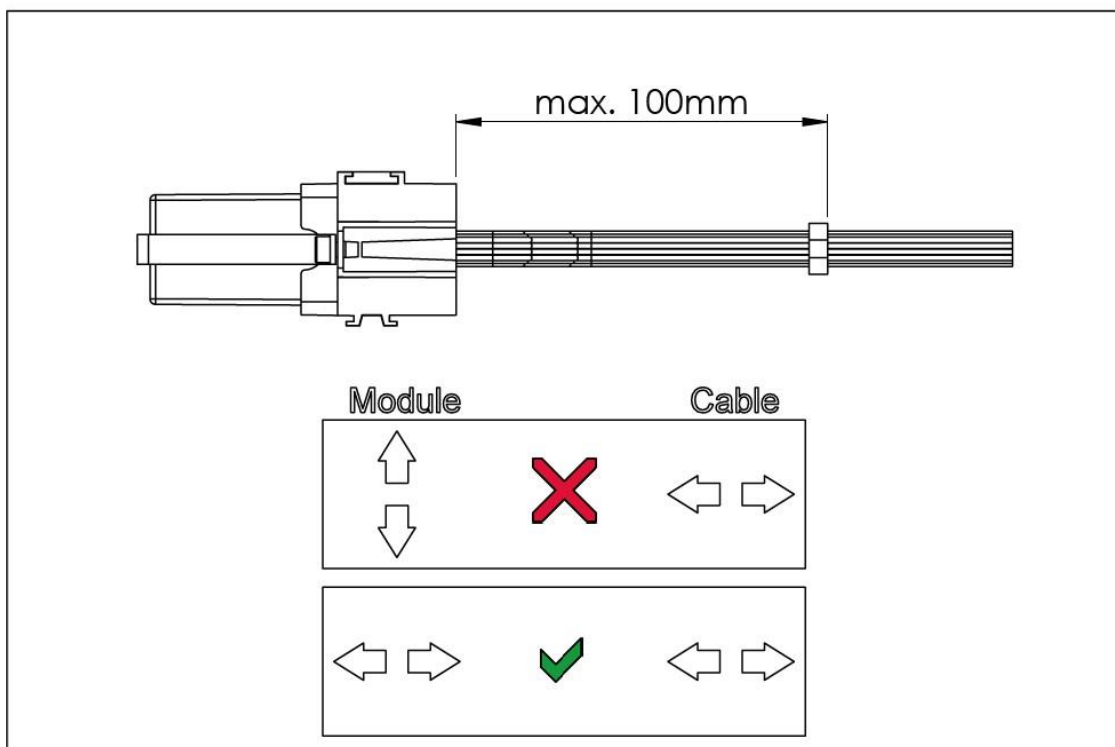

Abbildung 1: Zugentlastung des Kabelbaums (exemplarisch). 100 mm (max.) müssen eingehalten werden, Halbleiterrelais kann variieren.
- Die Kabelführung muss so gewählt werden, dass sich der Kabelbaum ausschließlich identisch zur Bewegungsrichtung der Steuerung/des Steckers bewegt. (Befestigung Steuerung/Kabel/Zugentlastung auf demselben Untergrund). Eine Zugentlastung ist zwingend notwendig (siehe Abbildung 1).